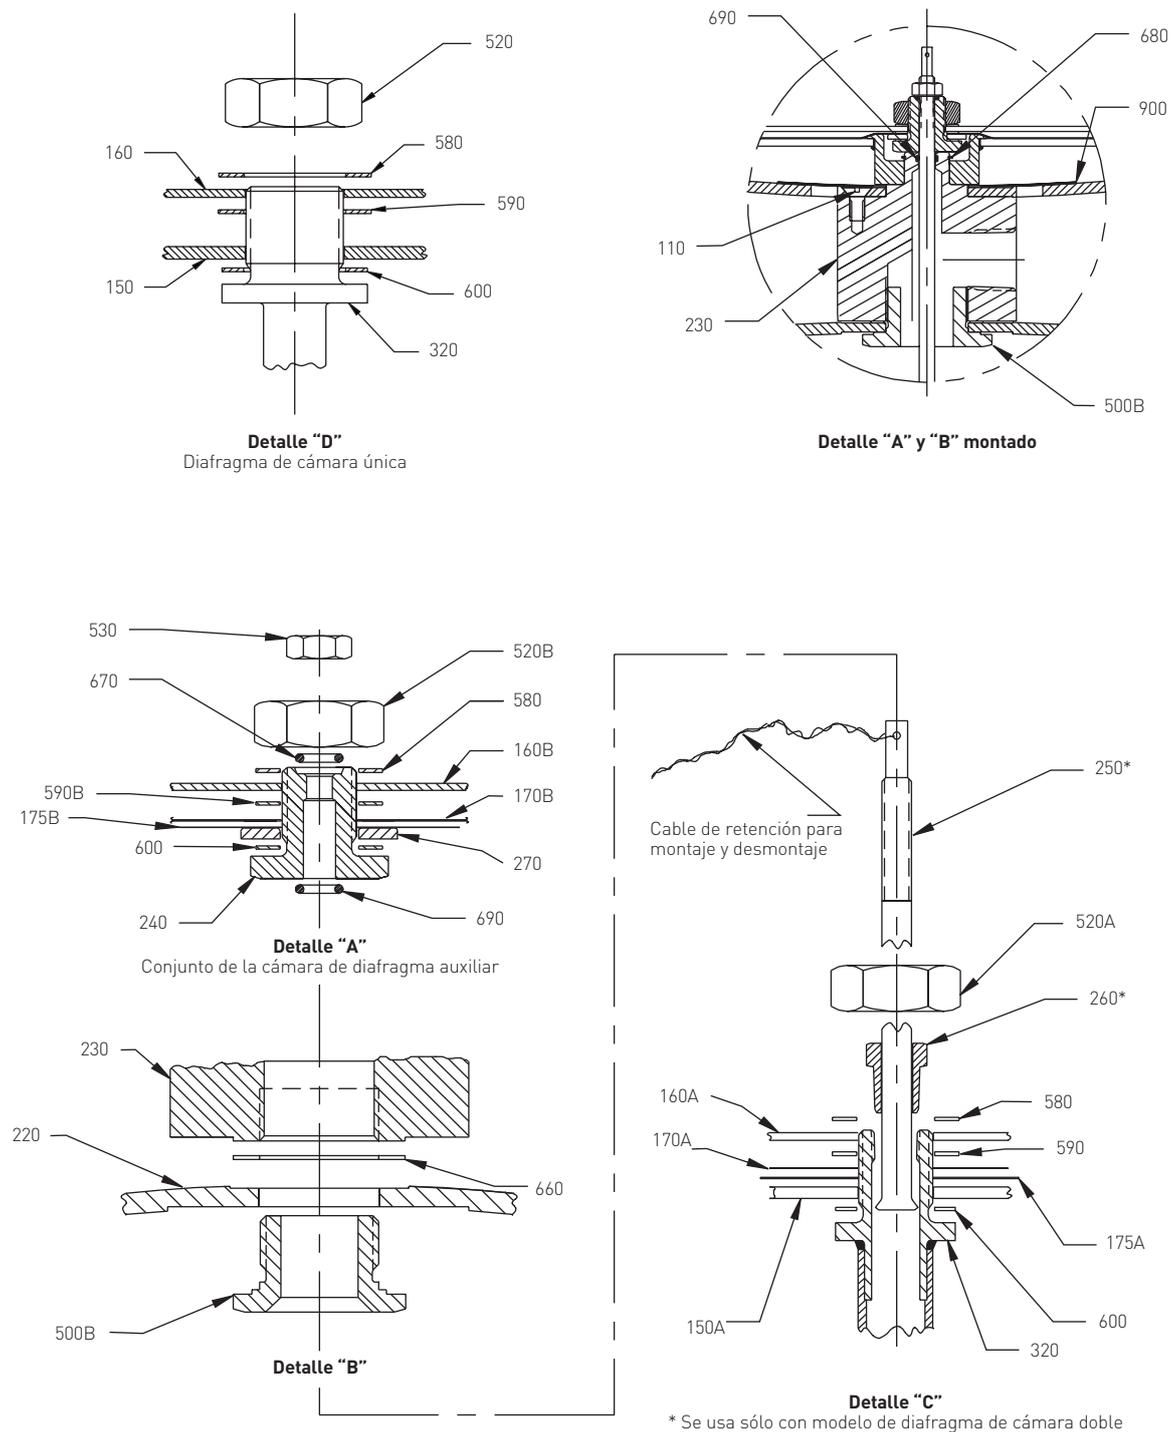

FIGURA 3
2. Desatornillar los pernos de la caja (700) y las tuercas (730), y extraer la caja superior del diafragma auxiliar (210B).
3. Introducir un cable trenzado de 6" a 8" de longitud a través del orificio en la parte superior de la varilla de elevación (250). (Véase Figura 3, detalle C)
5. Extraer las tuercas (530 y 520B) y la junta tórica de PTFE (670). (Véase Figura 3, detalle A).
6. La varilla de elevación (250) está unida al casquillo de la placa auxiliar (240) con rosca. Desenroscar la varilla de elevación (250) separándolo del casquillo (240) haciendo girar la varilla (250) en sentido horario hasta que caiga adentro del orificio del vástago de la válvula principal (320).
7. Extraer los pernos de la caja del diafragma principal (700, 710). Extraer los espárragos (810) del cuerpo (100). Extraer la caja del diafragma auxiliar inferior (280B) y la caja del diafragma principal superior (220) como unidad, que está montada al adaptador de la caja del diafragma (230). Dejar que la varilla elevadora (250) se deslice desde el orificio central y eleve la caja del diafragma auxiliar inferior (280B), la caja del diafragma principal superior (220), y el adaptador (230) hacia arriba como una unidad.
12. Desenroscar el conjunto de la placa del asiento (910, 920) en sentido antihorario separándolo del vástago principal (320). Esta es normalmente una operación que se hace a mano; sin embargo se proporciona una llave fija de $\frac{9}{16}$ " (14.3 mm) para el cubo del asiento (420). La rosca de unión correrá libre, y luego apretará, y luego volverá a ir libre al desengranarse de un Helicoil de bloqueo (330) en el vástago vertical (320). Esto permitirá la separación del conjunto de la placa del asiento (910, 920), del conjunto del diafragma (150, 160A, 170A) y de la caja inferior (280A).
13. Manteniendo inmóvil el vástago (320), extraer la tuerca de bloqueo (520A) desprendiéndola del conjunto del diafragma (150, 160A, 170A). Extraer los diafragmas (170A, 175A, 950, 960), las arandelas (580, 590, 600), las juntas (620A), las placas (150A, 160A), y la caja inferior (280A) (como unidad) del vástago (320). (Véase Figura 3, Detalle C).
2.6.1 Sustitución de diafragma de cámara única (Véase Figura 3, detalle D)
2.6.2 Sustitución del diafragma de cámara doble (Véase Figura 3, detalle A, B, C)